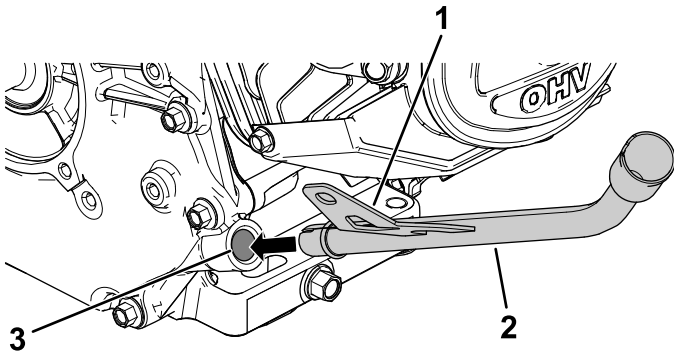

Figura 9
5. Insira o tubo da vareta inclinado na abertura do tubo (Figura 9).
6. Utilizando uma maceta de borracha, bata no **suporte** (item 1) no tubo da vareta (Figura 9) para fixar o tubo no motor.